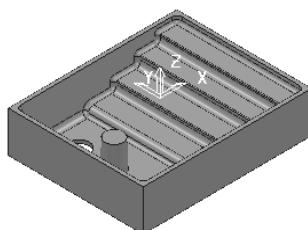

图 2-55 打开范例文件
- 2) 选择下拉菜单中的“文件” $\rightarrow$ “范例”命令，弹出“打开范例”对话框，选择“flats.dkg”（“随书光盘:\第 2 章\exercise6\uncompleted\flats.dkg”）文件，单击“打开”按钮即可，如图 2-55 所示。